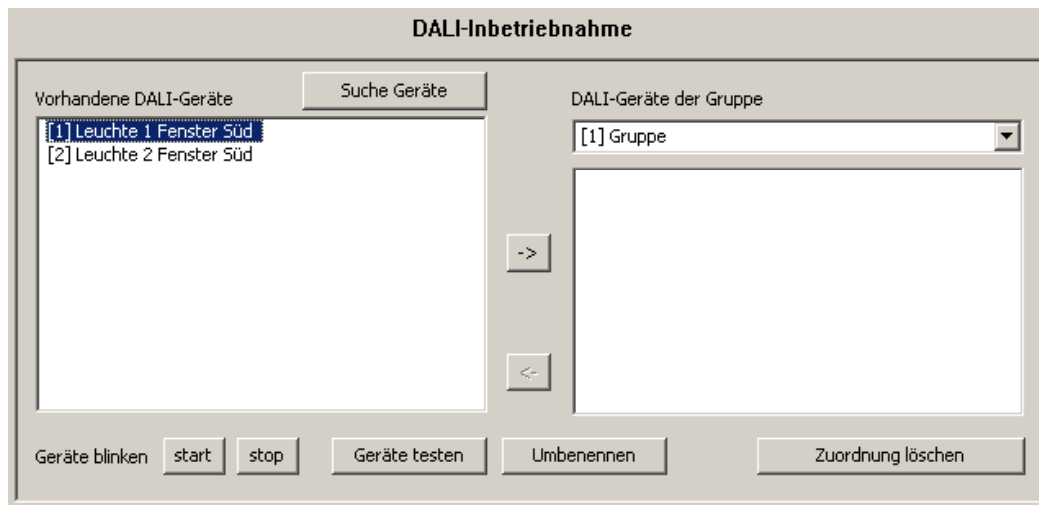

Bild 38: Beispiel für Namensgebung der identifizierten Betriebsgeräte
Es öffnet sich ein Dialog zum Umbenennen des Gerätenamens. Es können Namen bis maximal 28 Zeichen Länge angegeben werden. Der Name darf alphanumerische als auch Sonderzeichen enthalten. Es wird empfohlen, jedes Betriebsgerät auf diese Weise eindeutig zu kennzeichnen (z. B. "Leuchte 1 Fenster Süd", "Leuchte 2 Fenster Süd", "Leuchte 1 Büro Mitte", etc. / vgl. Bild 38 auf der nächsten Seite).
- i Die Kurzadressen der identifizierten Betriebsgeräte werden zufällig vergeben. Um bei der Namensgebung erkennen zu können, welches Betriebsgerät tatsächlich durch den Listeneintrag gekennzeichnet ist, können verschiedene Testfunktionen des Plug-In verwendet werden. Am unteren Rand der Inbetriebnahmeumgebung sind die Schaltflächen "start", "stopp" und "Geräte testen" angeordnet, welche die Testfunktionen bedienen (vgl. Bild 38). Die Geräte, welche getestet werden sollen, müssen zunächst im linken Teilbereich selektiert werden. Durch Betätigung der Schaltfläche "start" kann ein zyklisches Blinken (ca. 0,2 Hz) der ausgewählten Betriebsgeräte gestartet werden. Blinkende Geräte werden im Listeneintrag durch die Ergänzung "--> blinkt" gekennzeichnet. Das Blinken wird erst durch Betätigen der Schaltfläche "stopp" unterbrochen. Eine Betätigung der Schaltfläche "Geräte testen" öffnet die erweiterte Testumgebung der DALI-Inbetriebnahme. An dieser Stelle lassen sich die zuvor ausgewählten Betriebsgeräte ein- und ausschalten. Zusätzlich kann ein zyklisches oder intervalldefiniertes Blinksignal an die entsprechenden Betriebsgeräte übermittelt werden.